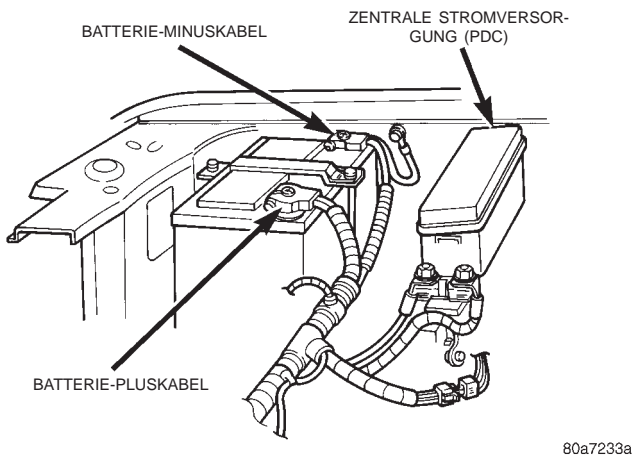

Abb. 13 Zentrale Stromversorgung (PDC)
- (1) Batterie-Minuskabel abklemmen und elektrisch isolieren.
- (2) Abdeckung der zentralen Stromversorgung (PDC) abbauen (Abb. 13).